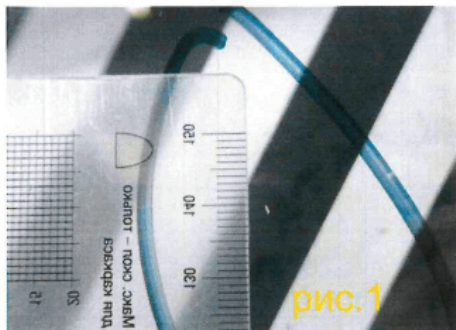

рис.1
1) Сфокусированное фото несоответствия рядом с измерительной линейкой. (рис.1) В случае неточечного дефекта достаточно сделать его четкое фото (рис.2)